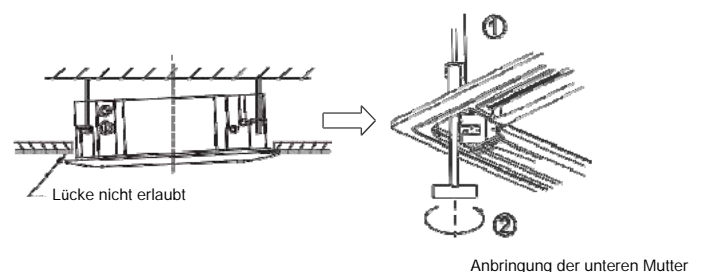

Abb.1-13
- Wenn nach dem Festdrehen der Schrauben immer noch Raum zwischen dem Panel und der Decke existiert, muss die Höhe der Inneneinheit neu eingestellt werden (Siehe Abb.1-13 links).
- Sie können die Höhe der Inneneinheit mittels der Öffnungen an den vier Panelecken einstellen, wenn die Steigerung der Inneneinheit und der Abflussrohre nicht damit beeinflusst wird (Siehe Abb.1-13 rechts).